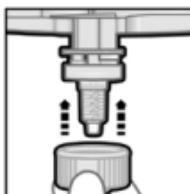
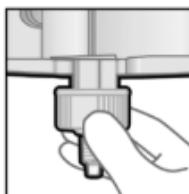

Fig. 3
Fig. 4.1
5. Când vârful de mixare se află în poziția corectă (Fig. 3), apăsați inelul de fixare Dynamix peste vârful de mixare până când se oprește și roiați-l (1/4 de rotație) în sensul acelor de ceasornic până când acesta este bine fixat. (Fig. 4.1, 4.2 și 5)